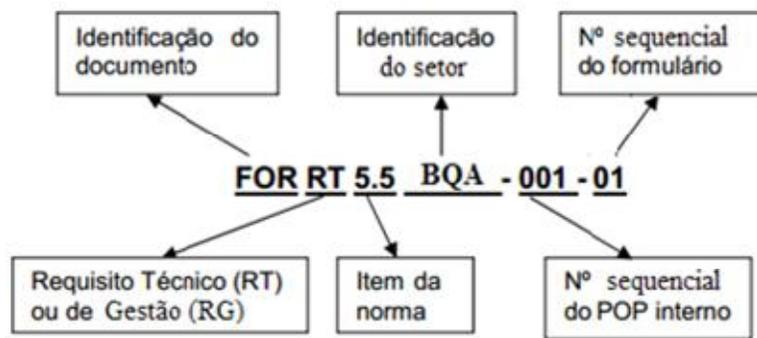

Figura 1
e) Instrução de trabalho aplicado aos setores: é identificada através do código do documento que é composto por: duas letras, indicando o tipo de documento (IT), espaço, duas letras indicando se é um Requisito de Gestão – RG ou Requisito Técnico – RT, espaço, 2 a 3 dígitos, separados por pontos, correlacionado com o requisito da norma NBR ISO 15189 ou demais seções do MQB 01; espaço, 3 a 5 letras identificando o setor ao qual pertence (Ex: HMG), traço, mais sequencial de três números, iniciando por 001. (Ex: IT RT 5.3 HMG-001);
g) Formulários de POP dos setores: são identificados através do código do documento que é composto por três letras, indicando o documento (FOR), espaço, duas letras indicando se é um Requisito de Gestão – RG ou Requisito Técnico – RT, espaço, 2 a 3 dígitos, separados por pontos, correlacionados com o requisito da norma NBR ISO 15189 ou demais seções do MQB 01, espaço, mais 3 a 5 letras identificando o setor ao qual pertence, traço mais sequencial de três números, iniciando por 001, indicando o número do POP o qual está ligado, traço mais sequencial de dois números, iniciando por 01, indicando o número do formulário, conforme exemplificado na figura 1.